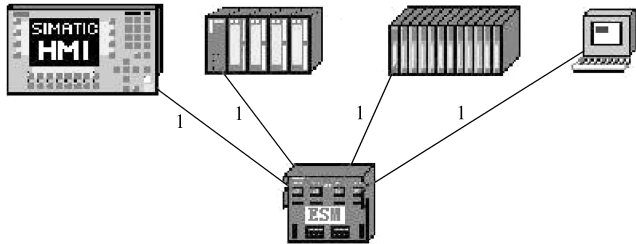

图 8-9 交换机应用实例
10) 交换机 (Switch): 交换机是为了解决通信阻塞而设计的, 它是一种基于 MAC 地址识别、能完成封装转发数据包功能的网络设备。交换机可以“学习”MAC 地址, 并把其存放在内部地址表中, 通过在数据帧的始发者和目标接收者之间建立临时的交换路径, 使数据帧直接由源地址到达目的地址。如图 8-9 所示, 交换机 (ESM) 将 HMI (触摸屏)、PLC 和 PC (个人计算机) 连接在工业以太网网的一个网段中。